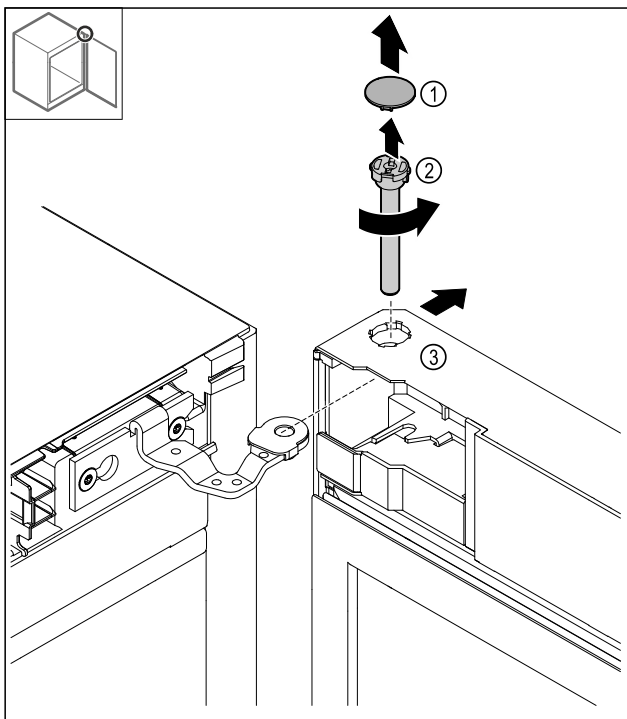

Fig. 19
- Desmontar la cubierta Fig. 19 (1).
- Aflojar el perno Fig. 19 (2) en sentido antihorario y extraerlo.
- Inclinarse la puerta Fig. 19 (3) ligeramente.